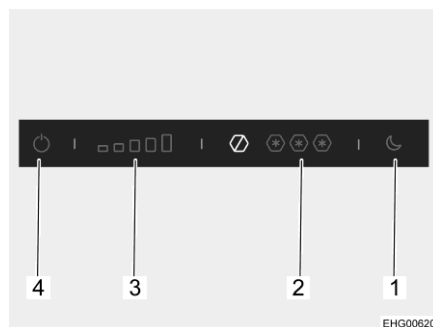

Bild 92 Bedienleiste (Kühlschrank)
- ▷ Um eine Fehlfunktion zu vermeiden, den Kühlschrank nicht gleichzeitig am 7"-Panel oder in der HYMER Connect App und an der Bedienleiste (Bild 92) steuern.
- Ein-/Aus-Taste (Bild 92,4) drücken und einige Sekunden gedrückt halten. Die blaue Kontroll-Leuchte zeigt an, dass der Kühlschrank arbeitet. Die Kühlstufenanzeige Kühlschrank (Bild 92,3) zeigt die eingestellte Kühlstufe an.
- Ein-/Aus-Taste (Bild 92,4) drücken und einige Sekunden gedrückt halten. Die blaue Kontroll-Leuchte erlischt.
- Gewünschte Kühlstufe für den Kühlschrank (Bild 92,3) drücken.
- Gewünschte Kühlstufe für das Gefrierfach (Bild 92,2) drücken.
- **Nachtbetriebstaste (Bild 92,1) drücken.** Die blaue Kontroll-Leuchte zeigt an, dass der Nachtmodus aktiv ist.
- **Nachtbetriebstaste (Bild 92,1) drücken.** Die blaue Kontroll-Leuchte erlischt. Der Kühlschrank arbeitet wieder im Normalbetrieb.